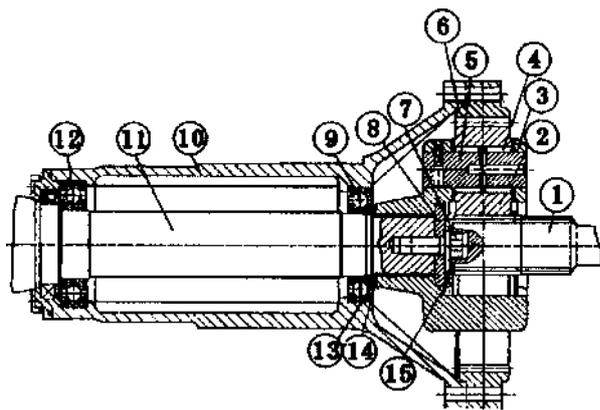

Рис. 6 - 8 Коничный привод
2. Регулировка колеи передних колес (Рис. 6 - 9)